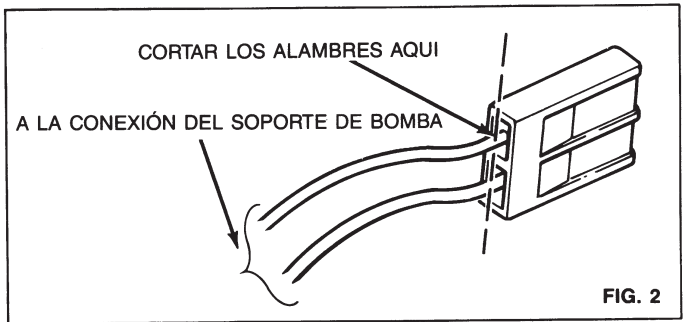

FIG. 2
F) Determine y note cuál es el alambre positivo (+) de la bomba y cuál es el alambre a tierra negativo de la bomba, luego retire el conector eléctrico (Refiérase a la Fig. 2) recortando los alambres como se muestra.